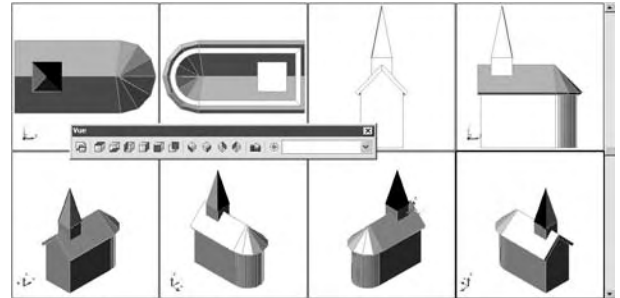

Fig.1.36
- 2 Choisir l'option souhaitée (fig.1.36) :